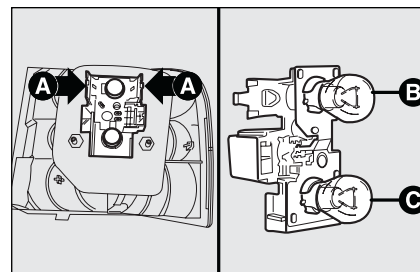

fig. 38
- ☐ comprimer vers l'intérieur, les ailettes **A-fig. 38** de blocage porte-lampe de manière à l'enlever de son emplacement;